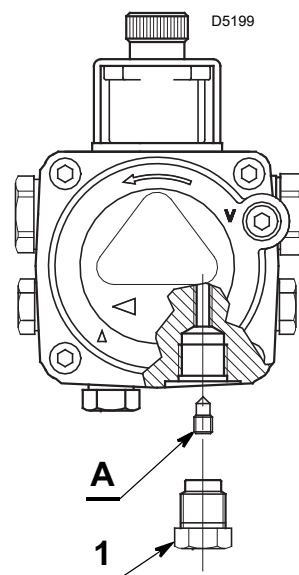

Fig. 11
La pompe est prévue pour le fonctionnement à double tuyau. Pour le fonctionnement à un seul tuyau, il faut retirer la vis pour by-pass (A) et ensuite resserrer le bouchon 1) (Fig. 11).